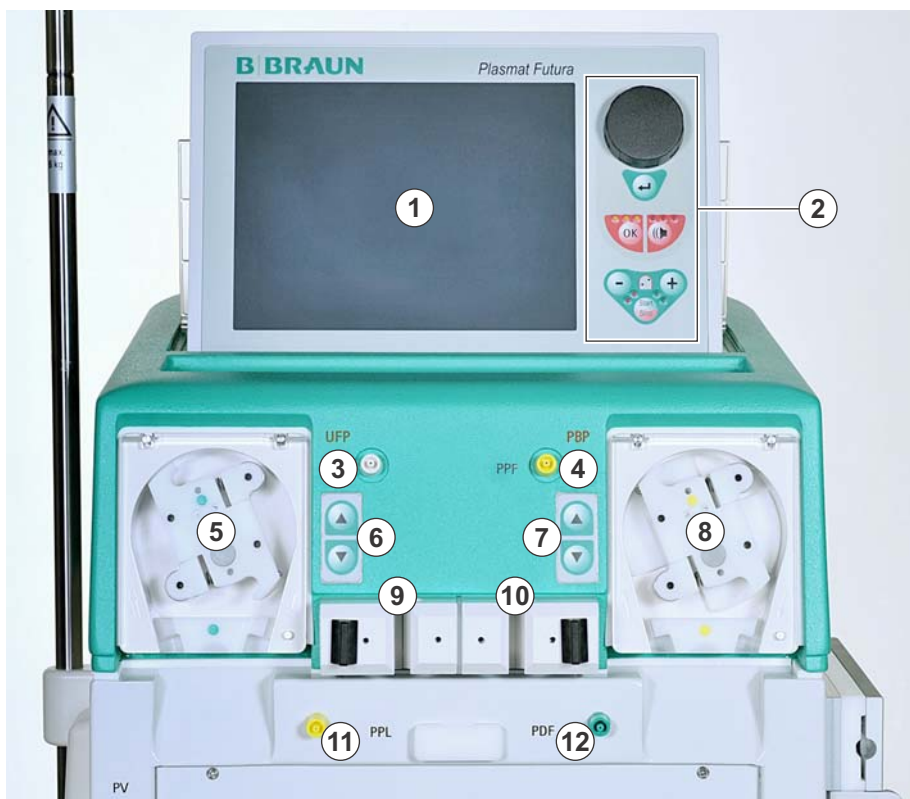
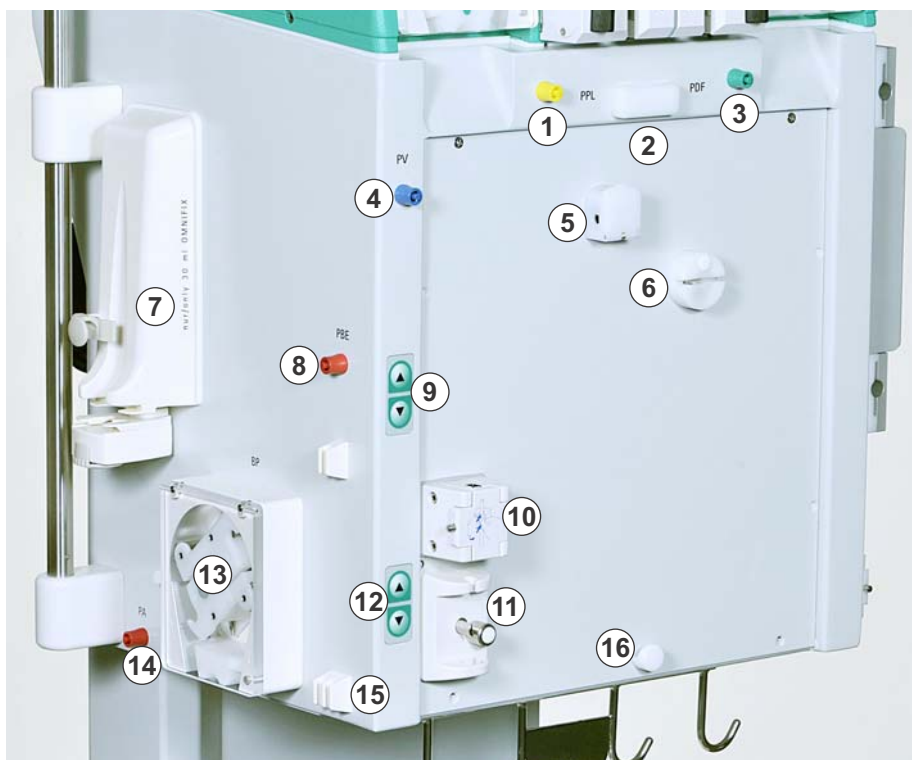

Fig. 2-4 Modulo superiore
Fig. 2-5 Modulo centrale, vista frontale sinistra
I tasti di regolazione del livello sono posizionati nella parte anteriore del modulo superiore (vedere Fig. 2-4 Modulo superiore (29)) e del modulo centrale (vedere Fig. 2-5 Modulo centrale, vista frontale sinistra (30)).